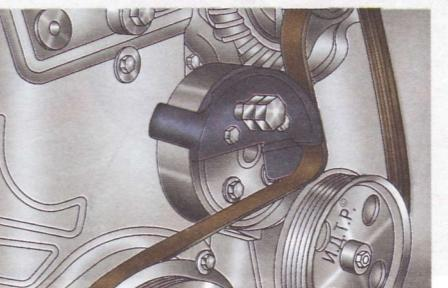

Рис. 4.9. Монтаж ремня привода вспомогательных агрегатов на шкив водяного насоса
10. Поворачивайте приспособление для монтажа ремня за установленный в нем болт по часовой стрелке (рис. 4.9) до момента надевания ремня на шкив водяного насоса (в этот момент натяжение ремня ослабнет).